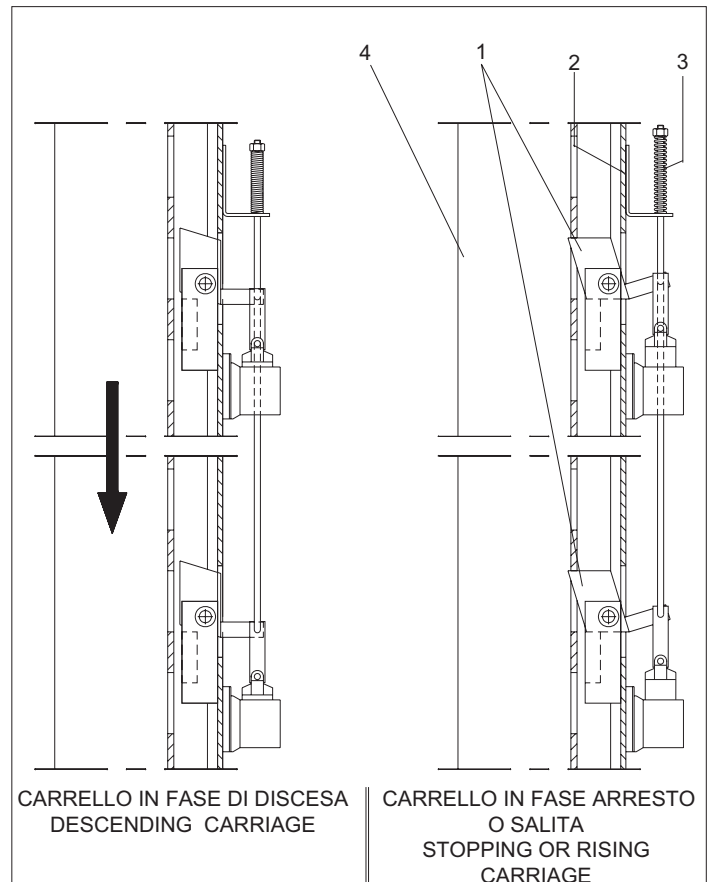

Fig.17a
- in caso di rottura del cilindro idraulico intervengono automaticamente i martelletti di sicurezza (rif.1) (vedere Fig.17a), posti all'interno delle colonne (2), che, spinti dalla molla (3), arrestano immediatamente i carrelli (4) impedendone la discesa.
- If the hydraulic cylinder breaks, the safety wedges will trip (ref.1, see.fig.17a), located inside the posts (2). The wedges are pushed by the spring (3) and immediately stop the carriages (4) preventing their descent